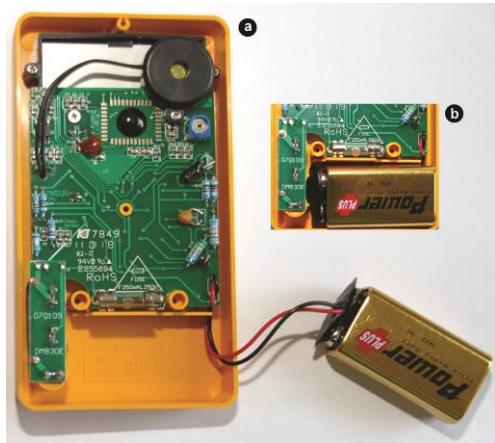

Abb. 2: Einlegen der Batterie.
- Beim Wiederverschließen der Rückwand ist darauf zu achten, dass sich das Batterieanschlusskabel nicht verklemmt. In diesem Fall nicht mit Gewalt verschrauben, sondern erst das Batteriekabel gut unter der Batterie verstauen (siehe Abb. 2, b).